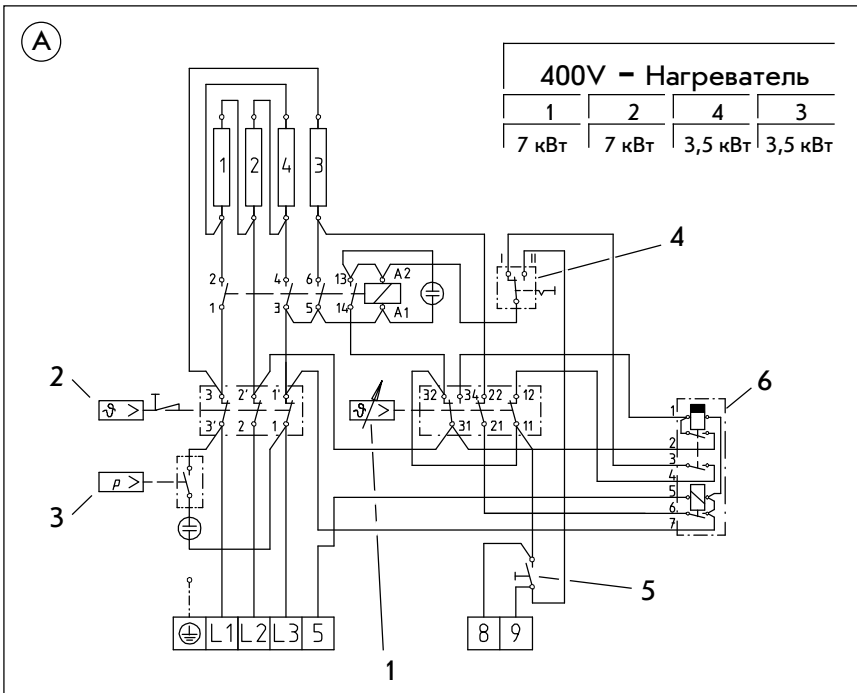

Рис. 11
- Выключатель должен быть установлен в соответствии с режимом эксплуатации (рис.11, поз.4).
### Ⓐ Схема электрических соединений, рис.11